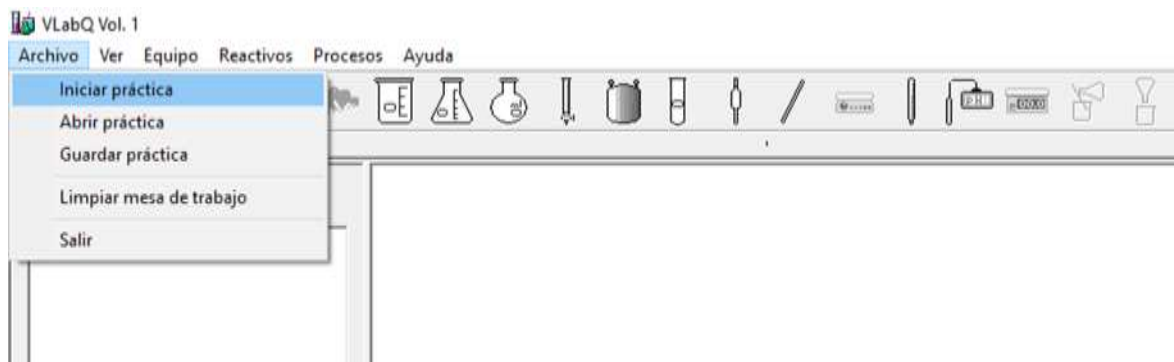

Figura 3. Selección de práctica.
- Dé clic en **Archivo** y seleccione la opción **Iniciar práctica** del menú desplegable (Figura 3).